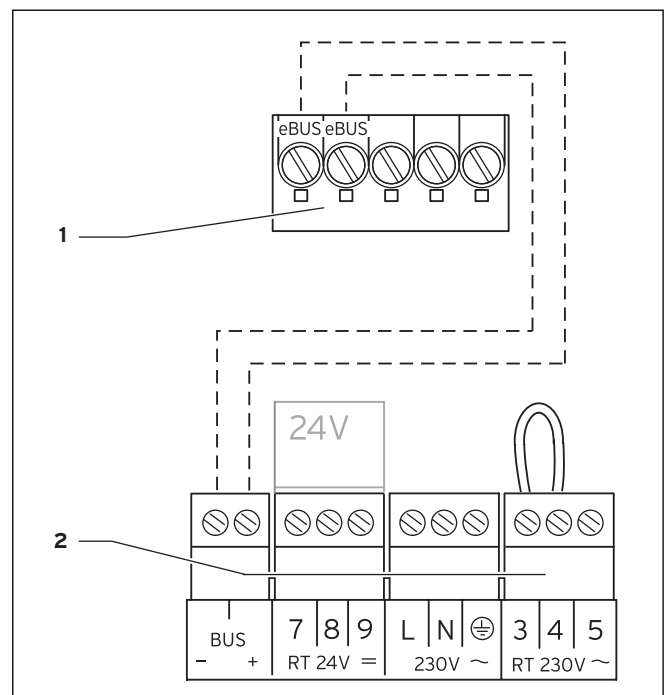

Fig. 5.1 Raccordement électrique du calorMATIC 430
**Le pont entre les bornes 3 et 4 (voir fig. 5.1) ne doit pas être retiré.**